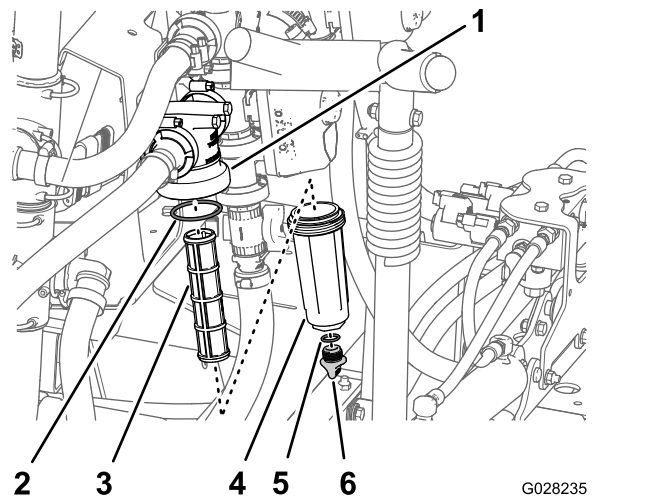

Figure 147
- Placez un bac de vidange sous le filtre de pression (Figure 147).
3. Tournez le bouchon de vidange dans le sens antihoraire et déposez-le de la cuvette du filtre de pression (Figure 147).
4. Tournez la cuvette dans le sens antihoraire et déposez-la de la tête du filtre (Figure 147).
5. Retirez l'élément du filtre de pression usagé (Figure 147).
6. Contrôlez l'état et l'usure du joint torique du bouchon de vidange (à l'intérieur de la cuvette) et du joint torique de la cuvette (à l'intérieur de la tête du filtre) (Figure 147).
7. Montez le nouvel élément filtrant dans la tête du filtre de pression (Figure 147).
8. Vissez la cuvette sur la tête du filtre et serrez-la à la main (Figure 147).
9. Vissez le bouchon sur la cuvette à la main (Figure 147).